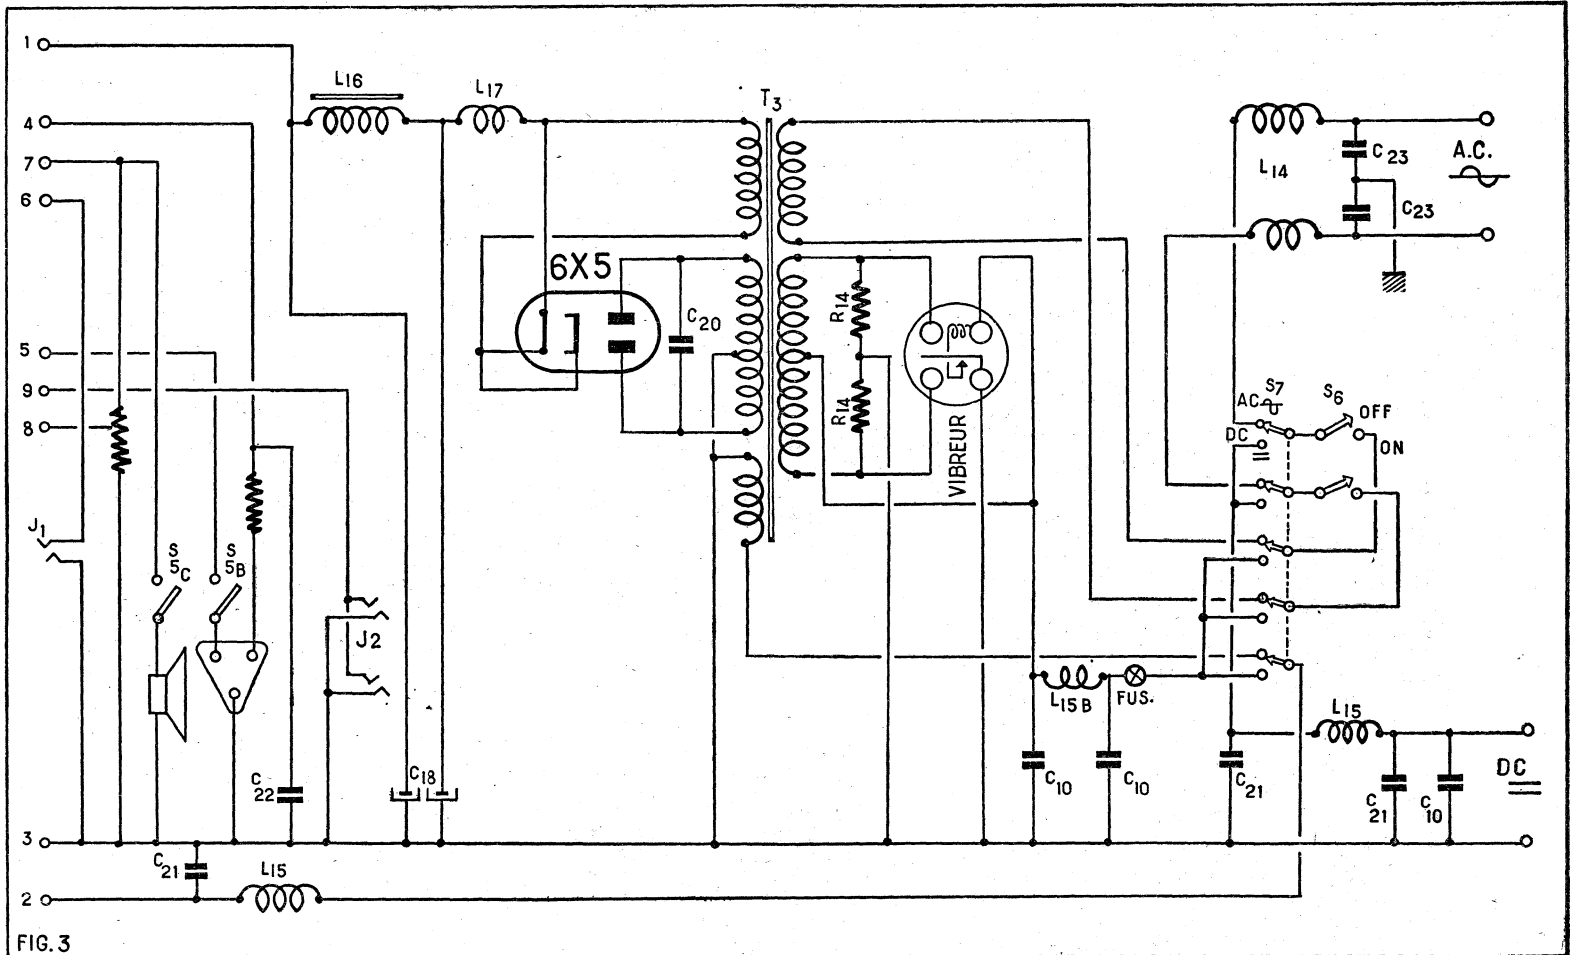

FIG. 3
Son schéma (fig. 3) est assez explicite pour nous dispenser de longs commentaires à son sujet. Le commutateur S7 permettant de choisir entre l'alimentation sur secteur alternatif ou sur accumulateur de 12 V se trouve à l'arrière du châssis. Remarquez cependant, et ceci est capital, que lorsqu'on veut faire fonctionner l'appareil sur secteur alternatif, il faut non seulement mettre le commutateur sur la position convenable, mais aussi mettre le vibreur hors circuit, sinon ce dernier est irrémédiablement endommagé. Les prises de raccordement au secteur alternatif (AC) ou à la batterie (DC) se trouvent sur le panneau avant. Sur alternatif, des prises prévues sur le transformateur T3 permettent d'utiliser des tensions de secteur de 100, 110, 120, 150, 160, 170, 200 ou 250 V. Un filtre HF composé des selfs L14 et des condensateurs C23 a pour objet d'empêcher l'entrée des interférences susceptibles d'être amenées par le secteur. Un enroulement secondaire de T3, délivre le 12 V pour l'alimentation des filaments des lampes du récepteur, tandis qu'un secondaire à prise médiane applique le courant haute tension aux plaques de la redresseuse 6X5, de façon tout à fait classique. Une self de pré-filtrage, L17, de